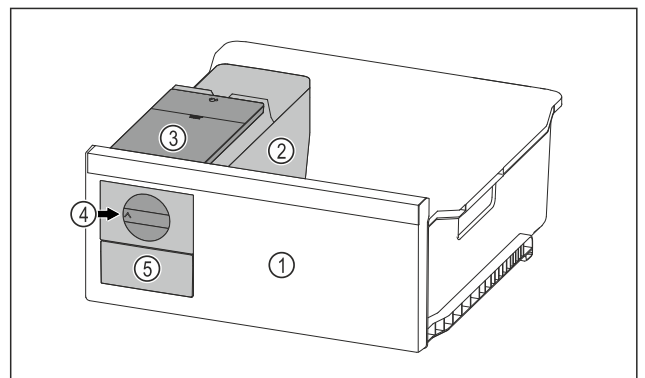

Fig. 70 Reprezentare exemplificatoare
- ▶ Rotiți butonul rotativ Fig. 70 (4) în sens orar până la opritor.
- ▷ Cuburi de gheață cad din tava pentru cuburi de gheață în sertarul pentru cuburi de gheață Fig. 70 (5).